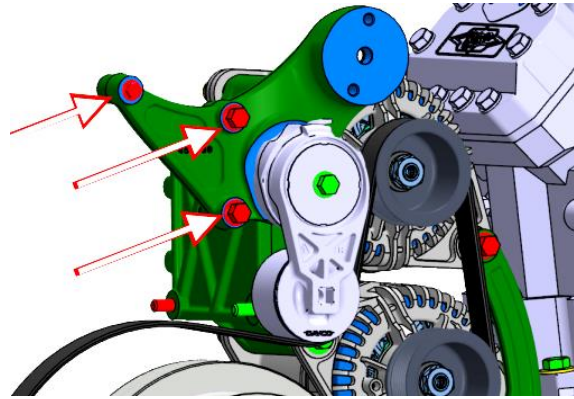

FIGURE 11
16. Retirez le support du tendeur de courroie. Pour ce faire, enlevez les trois boulons identifiés avec des flèches sur la FIGURE 11.